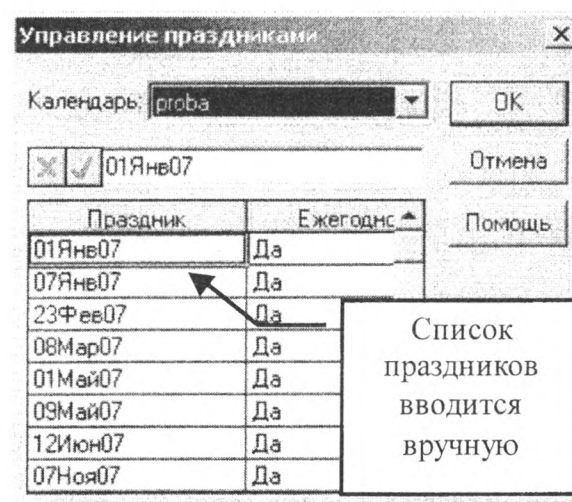

Рис. 20. Определение праздников
2. Введите даты праздников и укажите, ежегодно они празднуются или нет (рис. 20).